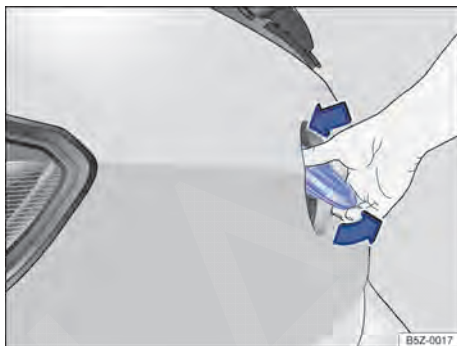

Fig. 31 Abrir a tampa traseira por fora.
- Com o polegar, pressionar a parte superior do logo Volkswagen $\Rightarrow$ Fig. 31 e rebatê-lo para fora por baixo. Tocar com a mão embaixo do logo e levantar a tampa traseira.